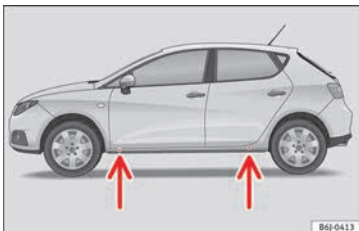

Abb. 66 Aufnahmepunkte für den Wagenheber.
- Suchen Sie am Längsträger die Markierung des Aufnahmepunktes für den Wagenheber (Eindrückung), die dem zu wechselnden Rad am nächsten liegt » » Abb. 66.